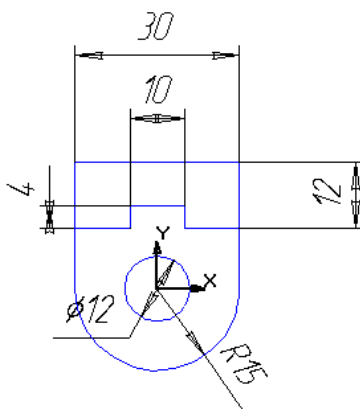

Рис. 2 Эскиз детали Кронштейн
2. Выберем в качестве **базовой плоскости горизонтальную (ZX)**. Выберем **ориентацию Сверху**, чтобы видеть эту плоскость, и создаем новый эскиз (рис.2).